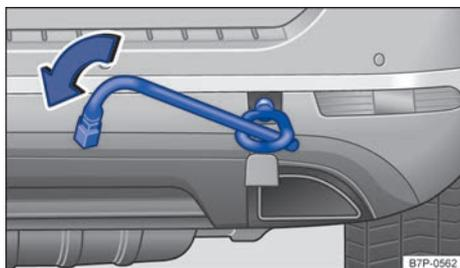

Fig. 292 En el lado derecho del paragolpes trasero: enroscar la argolla de remolque.
- Enrosque la argolla de remolque en el alojamiento girándola al máximo **en el sentido contrario al de las agujas del reloj** → fig. 292 → Ⓞ. Utilice un objeto adecuado con el que pueda enroscar completa y firmemente la argolla de remolque en su alojamiento.